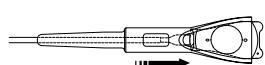

Fig. 13
- För fram tångens genom patronen tills käftarna nästan får kontakt med den ledande kanten på ICL:en eller TICL:en. (Fig. 13)